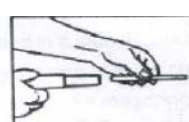

Рис.5
9.3. Извлечь ударник из втулки ударника (см. рис.5).